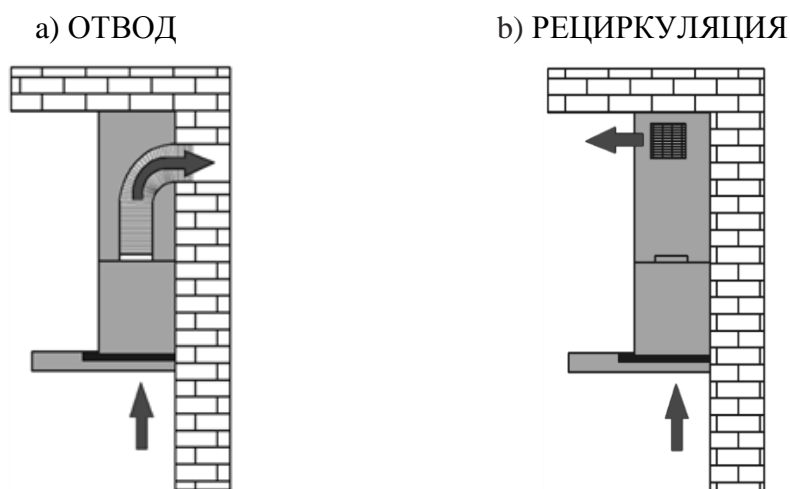

Рис. 5
1) Отвода (рис. 5а) – воздух удаляется из помещения через соединение вытяжки с вентиляционным каналом жестким пластиковым воздуховодом или гофрированным шлангом диаметром 150 мм. И, таким образом, все кухонные испарения, запахи, гарь и копоть, проходя через многоразовые алюминиевые жироулавливающие фильтры, выводятся за пределы помещения. При данном режиме работы нет необходимости устанавливать угольные фильтры. Режим отвода является наиболее эффективным, поскольку вытяжка удаляет все кухонные испарения за пределы кухни в вентиляционную шахту.
2) Рециркуляции (рис. 5б) – внутренняя циркуляция воздуха через угольные фильтры (рис. 6). Вытяжка в данном случае не подключается к вентиляционной шахте и, таким образом, воздух просто прогоняется через вытяжку внутри кухни, т.е. очищенный фильтрами воздух возвращается в помещение через выходное отверстие.